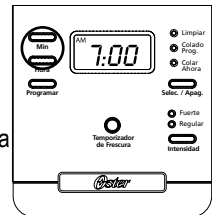
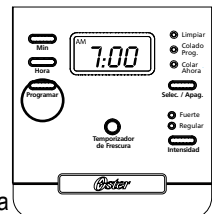

figura 1
figura 3
2. Presione y mantenga oprimidos los botones de “Hora” y “Min” hasta que el reloj marque la hora actual. Los indicadores de AM o PM se encenderán en la parte inferior de la pantalla (Figura 1 & 2).
Mientras el panel digital esté en la modalidad de reloj, simplemente oprima el botón “Programar” (Figura 3) y programe la hora de colado presionando los botones de la “Hora” y “Min.” (Figura 1). El indicador AM o PM se iluminará en la parte inferior del visualizador del reloj.